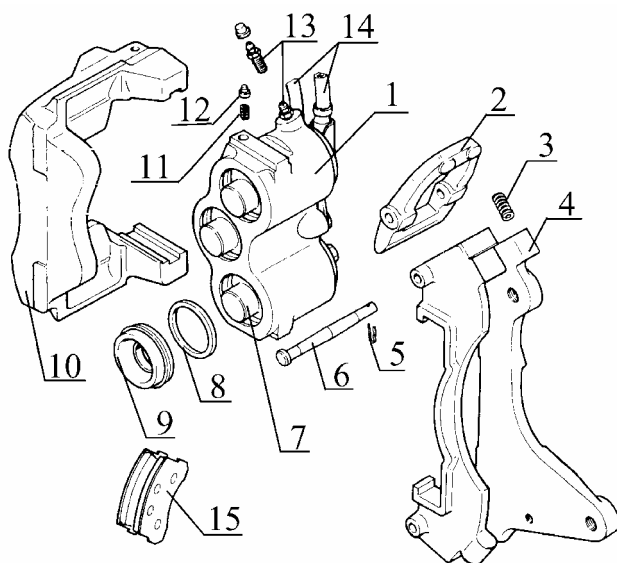

Рис.5 Детали суппорта переднего тормоза со шлангами в сборе:
5.2 Извлечь шплинты 5, рис.5, осей 6 прижимных рычагов 2, извлечь оси 6 и снять прижимные рычаги 2 с пружинами 3, снять суппорт 10 в сборе с блоком 1 цилиндров и тормозные колодки. Колодки, удовлетворяющие требованиям п.7.2 данной ТИ, после снятия отметить, чтобы при сборке установить их на прежние места (плоскогубцы, молоток, бородок).